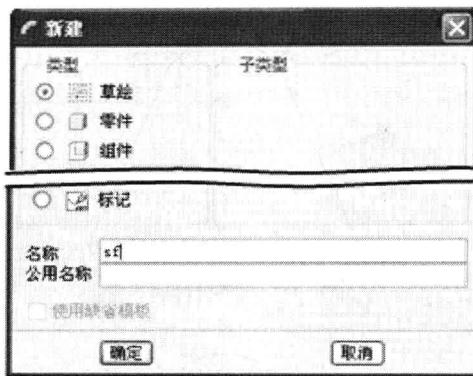

图 2-3 新建草绘文件
- (1) 选择菜单中的【文件】→【新建】命令(或者直接单击工具栏上的□按钮,也可以按<Ctrl+N>组合键),如图 2-3 所示。